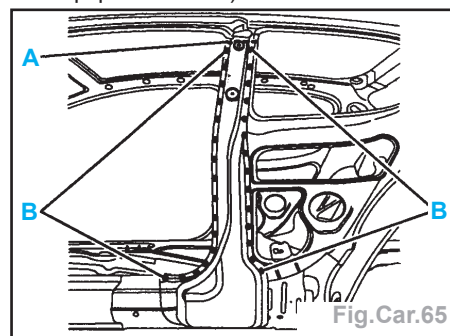

Fig. Car.65
- par cordons successifs en A au MIG (Fig. Car.65),